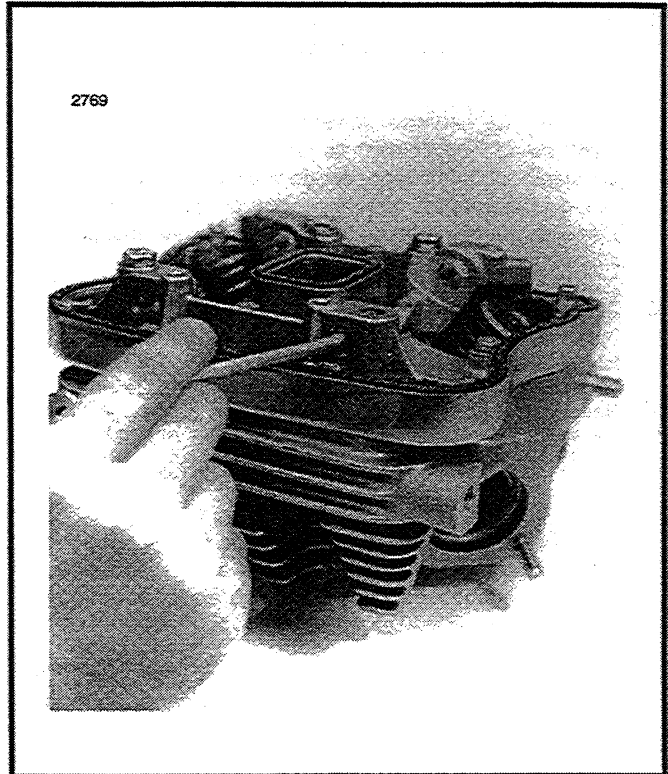

Figure 3-13. Mesure du diamètre de l'alésage de l'axe du culbuteur dans le cache-culbuteurs inférieur
6. Voir Figures 3-13 et 3-14. Mesurez le diamètre de l'alésage de l'axe du culbuteur dans le cache-culbuteurs inférieur ainsi que le diamètre interne de la bague de culbuteur. Notez les mesures.